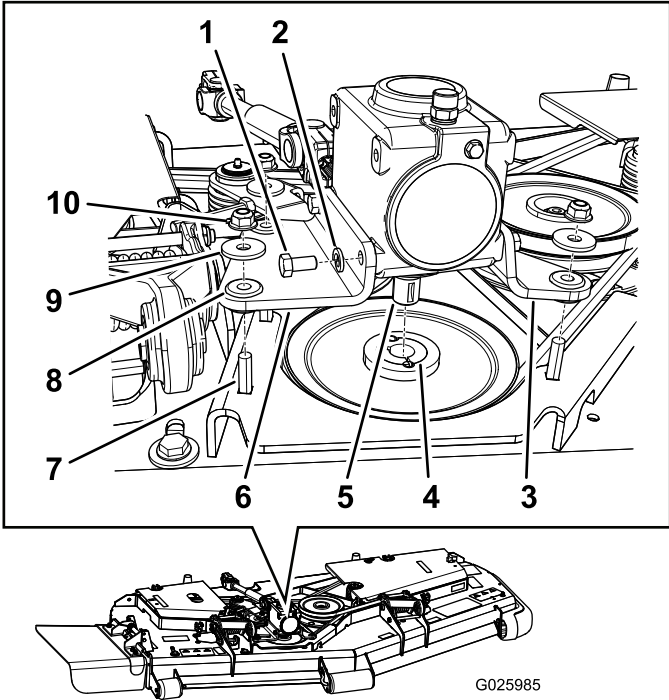

Figura 1
B. Retire la caja de engranajes antigua incluyendo los 2 soportes de montaje (Figura 1).
C. Inspeccione los soportes antivibratorios de goma insertados en los soportes de montaje (Figura 1).
E. Transfiera la polea de transmisión a la caja de engranajes nueva usando el casquillo cónico de bloqueo y la chaveta (Figura 1).